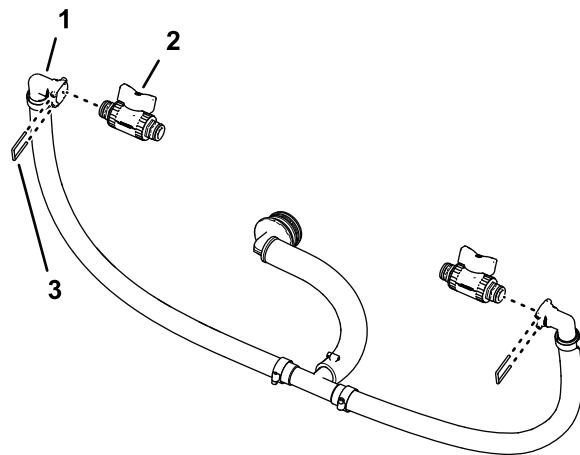

Рисунок 93
2. Установите отсечной клапан на гнездо быстроразъемного штуцера (Рисунок 93).
4. Подсоедините отсечной клапан и держатель, снятые при выполнении пункта 1 в разделе Демонтаж перепускного шланга секции \(страница 34\), к другому быстроразъемному гнездовому штуцеру (Рисунок 93).
1. Как показано на Рисунок 93, снимите держатель с прямоугольного штуцера быстрого соединения, установленного при выполнении действий, описанных в разделе Сборка перепускных шлангов \(страница 47\).